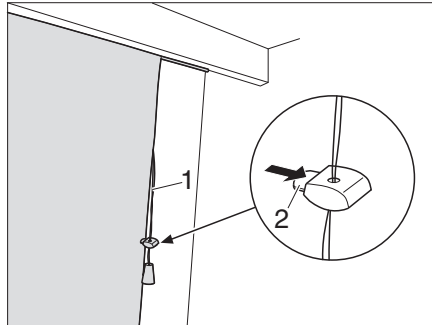

Fig. 84 Tenda a pacchetto
- Tirare la corda (Fig. 84,1) verso il basso. La tenda viene tirata verso l'alto dai nastri e viene sollevata.
- Premere il fermo (Fig. 84,2) sul supporto e spingere il supporto nella posizione desiderata.
- Premere il fermo (Fig. 84,2) sul supporto.